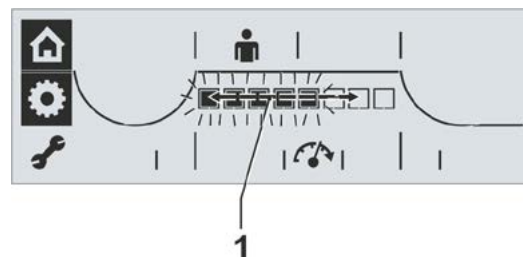

Fig. 2: Alterar nível do tempo de atuação/número de rotações
A escala mostrará o nível selecionado (Fig. 2, pos. 1).